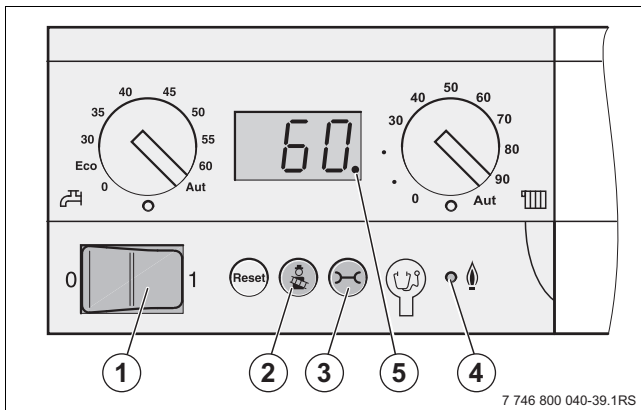

Fig. 58 Painel de comando do controlador básico
- ▶ Colocar a caldeira mural de condensação a gás em funcionamento, colocando a tecla On/Off no painel de controlo do controlador básico em "1" (activado) (→ fig. 58, [1]).
- ▶ O ponto decimal (→ fig. 58, [5]) desaparece.